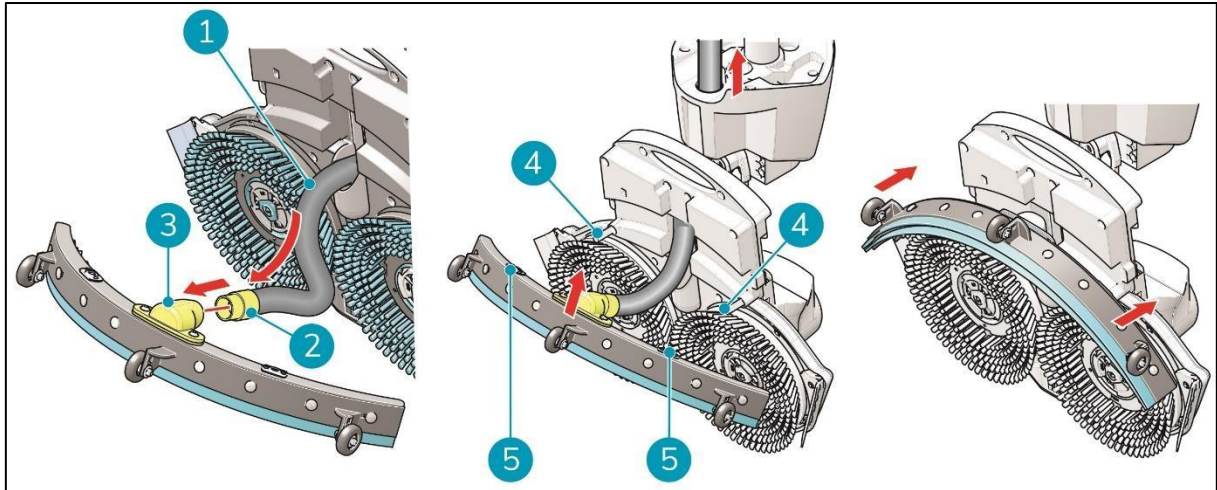

Figura 25
1. Coja la manguera de aspiración (figura 25, pos. 1).
2. Introduzca el conector de la manguera (figura 25, punto 2) en la escobilla de goma (figura 25, punto 3).
3. Gire el conector de la manguera 1/4 de vuelta para conseguir un ajuste firme (figura 25, punto 2).
6. Alinee los pasadores de la plataforma de fregado (figura 25, elemento 4) con los orificios de la escobilla de goma (figura 25, elemento 5).